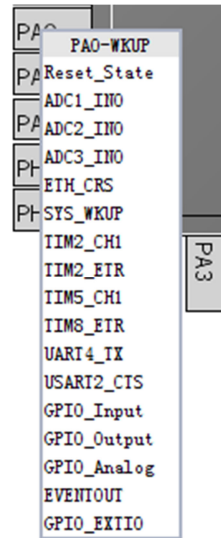

图 5 PA0 的配置选项
- (1) 配置图 5 中的 GPIO 模式, 在答题区填入对应的配置选项; (2 分)